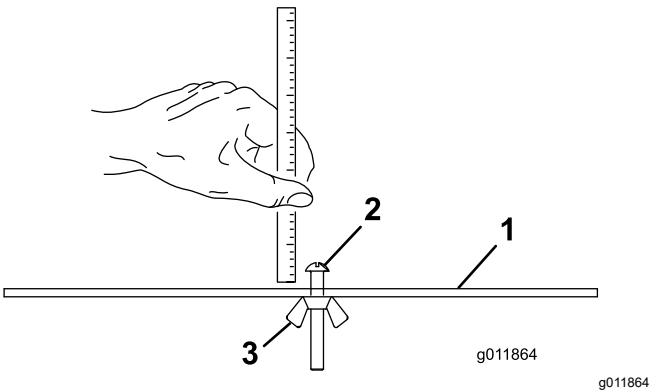

Figura 15
2. Allentate il dado sulla barra di misura (Figura 15) e posizionate il bullone di regolazione all'altezza di taglio opportuna.